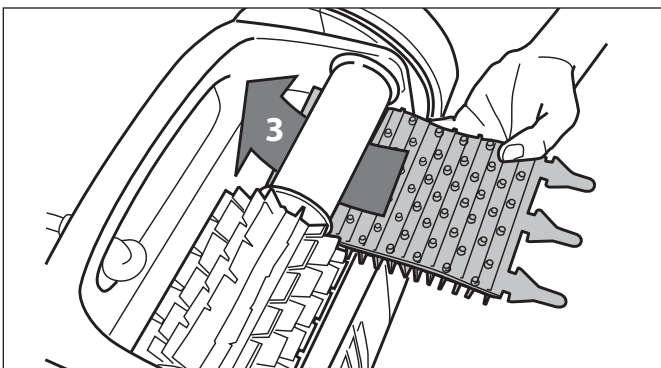

Figure 29. Installer les nouvelles brosses
3. Pour installer une nouvelle brosse, placer la nouvelle brosse sur le rouleau avec les pointes vers le bas. Se référer à la Figure 29.